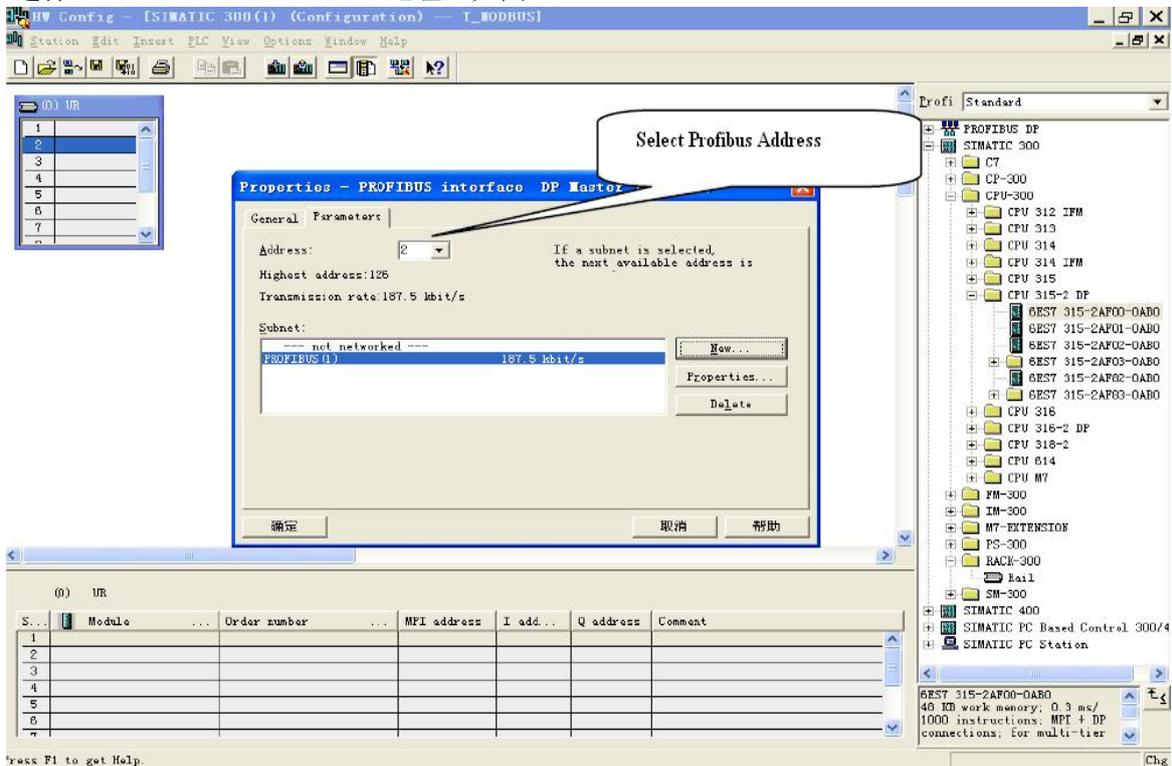

图 9
10. 选择 PROFIBUS Master station 地址，如图 9：